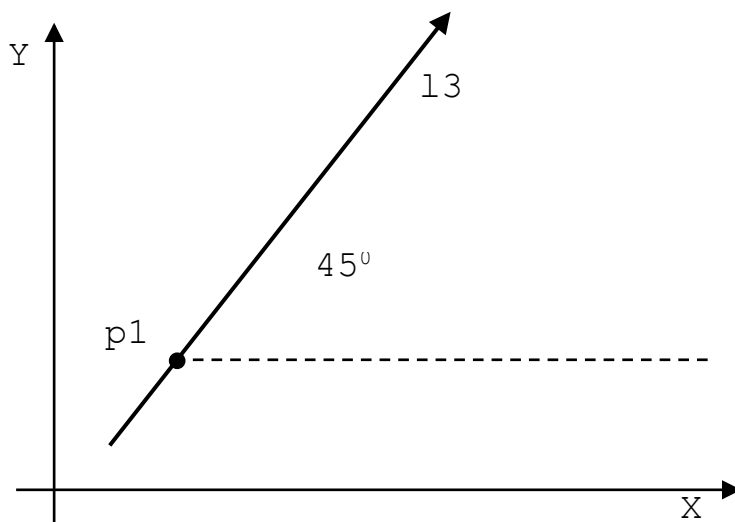

Рисунок 2.74
- прямая, проходящая через точку и образующая угол с осью абсциссы (рисунок 2.74):